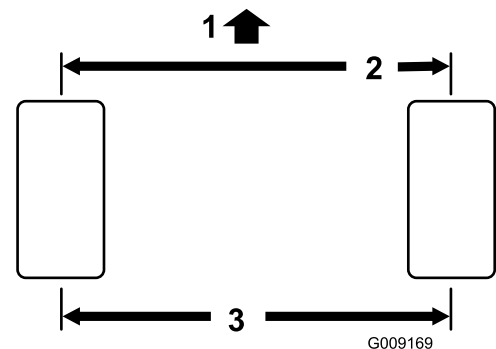

Figure 47
5. Mesurez la distance entre les roues avant à hauteur d'essieu, à l'avant et à l'arrière des roues (Figure 47).